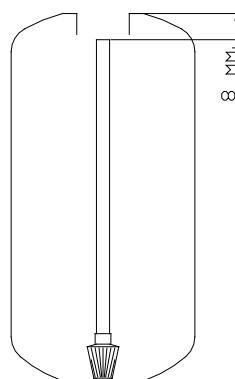

рис. 1
14. Установите и отцентрируйте распределительные трубы с нижней корзиной в корпусах установки (**рис. 1,2**)
15. Обрежьте трубу дистрибутора в соответствии с **рис. 1**. При использовании адаптера ТА-6040(корпуса с горловиной 6') для установки управляющего клапана указанный размер отсчитывается после установки адаптера.